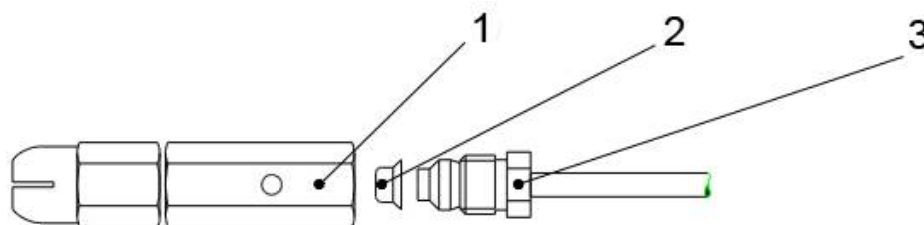

Рис.6 Устройство запальной горелки
- Отвинтите гайку с термопарой 3 (рис.6) от нижней части запальной горелки 1 (рис.6).
- Замените сопло запальной горелки 2 (рис.6) на необходимое.